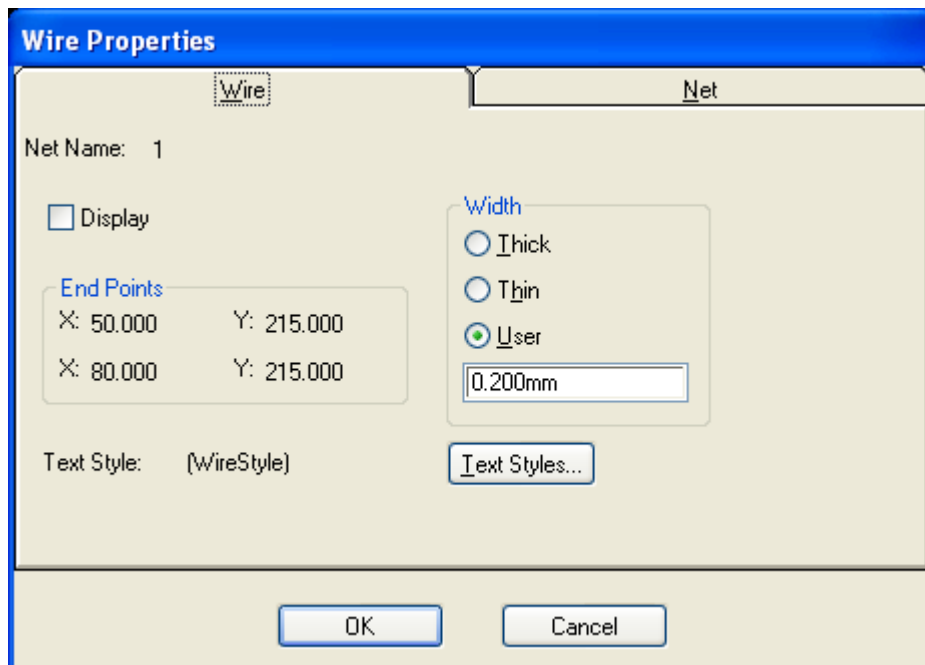

Рисунок 5.26 - Вкладка **Wire** диалогового окна **Wire Properties** (Редактирование свойств цепи)
- Вкладка **Net** (рис. 5.26) содержит основные свойства цепи. В поле **Nodes** выводятся наименования узлов (компонентов и их выводов), к которым присоединена данная цепь, а также имена листов схемы. В раскрывающемся списке **Net Name** отображается имя цепи, которое можно менять. Общее число выводов, подключенных к данной цепи, указывается в строке **Pin**